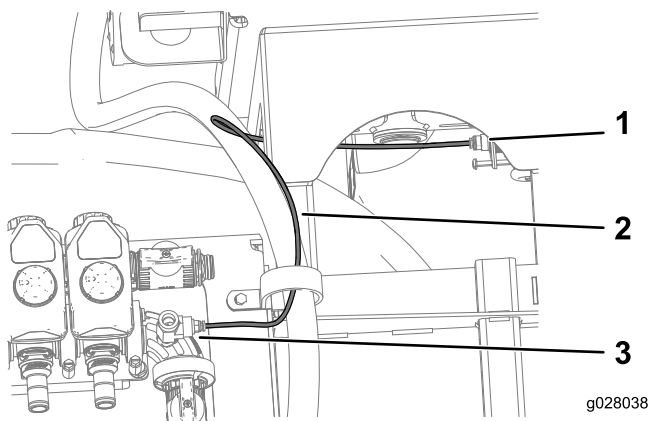

Figura 15
8. Conecte el cable del transductor de presión al acoplamiento en T y a la válvula del acoplamiento del manómetro (Figura 15).